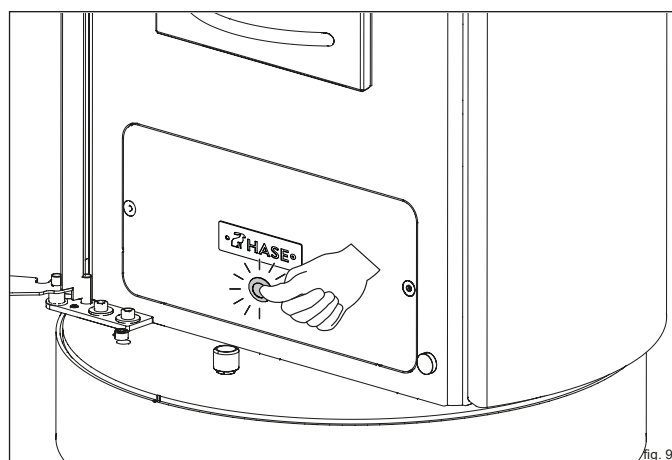

fig. 9
- Premere l'interruttore on/off (fig. 9).